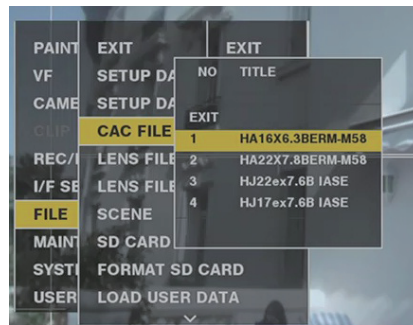

図 2
- 3 読み込むファイル番号を選択し、ジョグダイヤルボタン (または〈SET〉ボタン) を押す。(図 2)